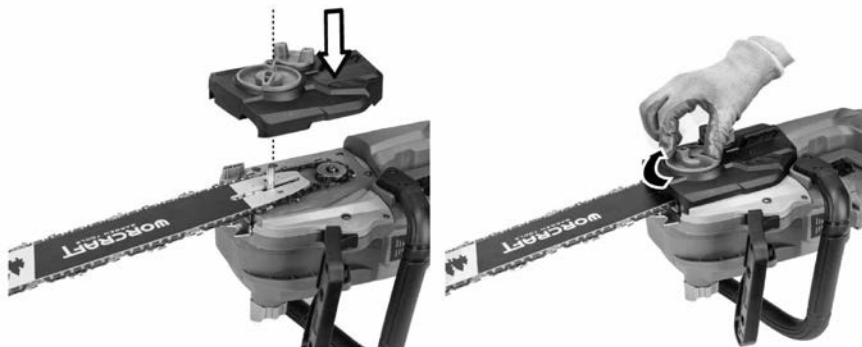

Рисунок 3
3.1.5 Встановіть захисну кришку приводної зірочки на місце і закрутіть фіксатор (дивіться рисунок 3).